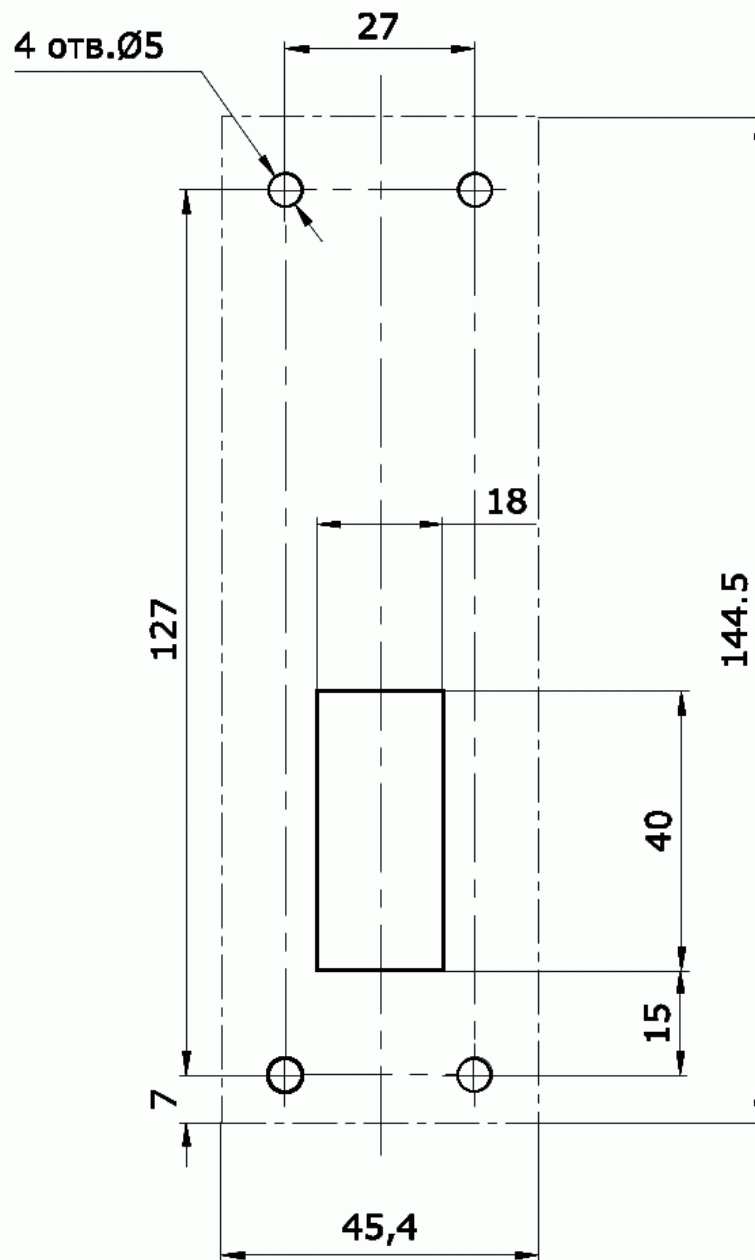

**Рис. 3 Установка считывателя за металлической поверхностью**
- При установке считывателя за металлической поверхностью, в ней необходимо вырезать окно, напротив которого, равноудалено от краев окна, и устанавливается считыватель (см. рис. 3), при этом размеры окна должны быть не менее 220x126 мм. Само окно может быть закрыто неметаллической вставкой (например,